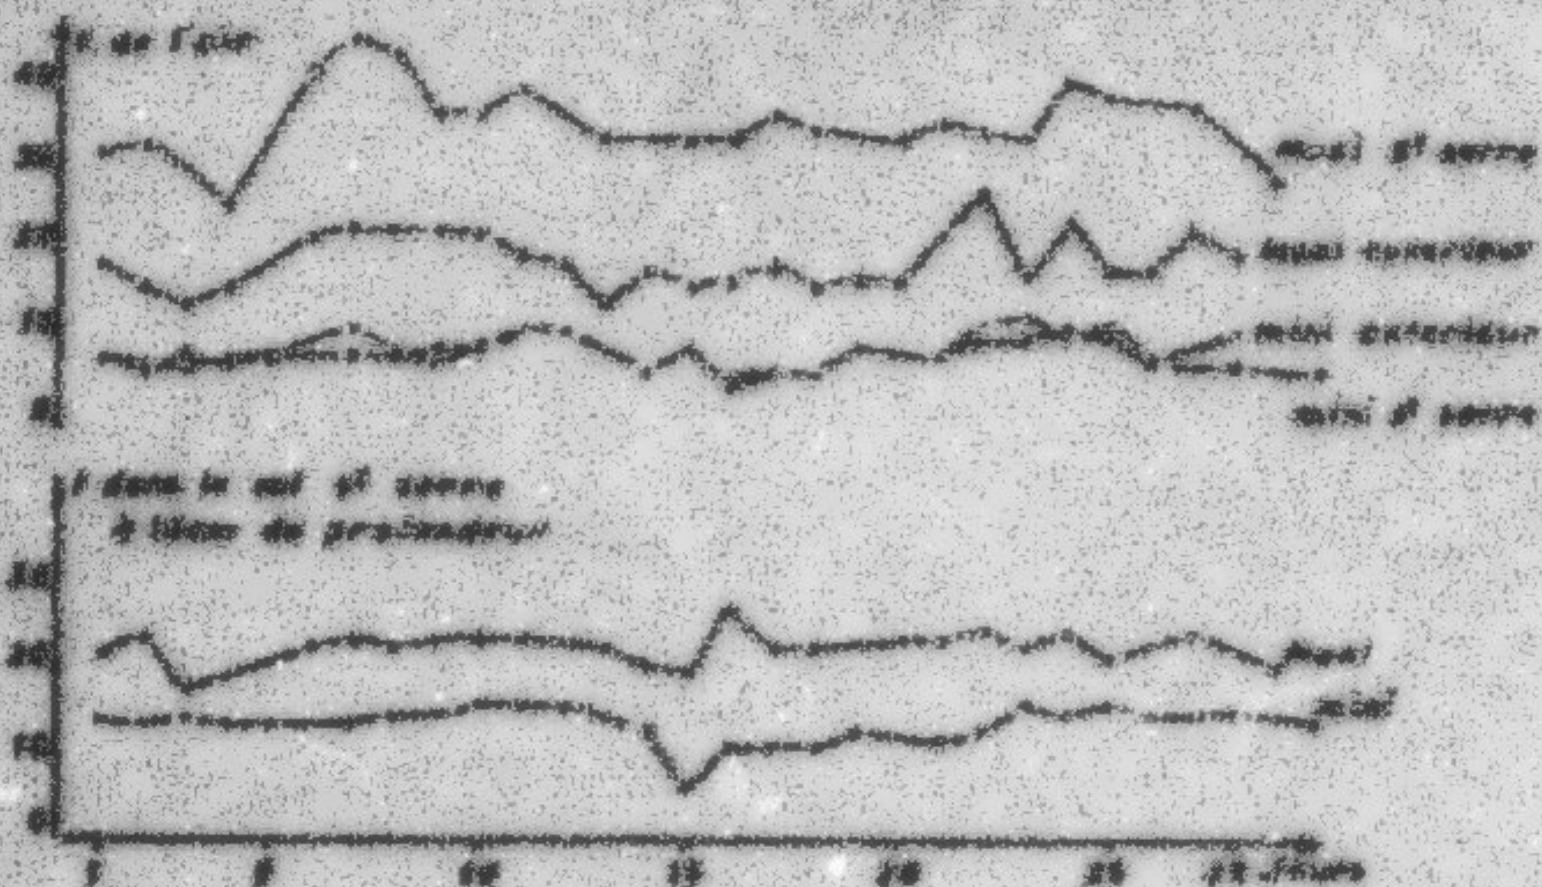

Fig. 1 - Evolution des températures de l'air et du sol dans la station de Chant Marion février 1977
- Les phénomènes d'échanges d'énergie par convection qui , dans les conditions naturelles , permettent de réduire les amplitudes thermiques journalières , sont très atténués dans la serre , ce ne fait pas doute de température entre les minima et les maxima peuvent être très importantes (jusqu'à 40°C , alors que dans les conditions naturelles elles ne sont que de 10 ou 15 °C pendant le mois de février) cf. fig. 1.
Le sol ayant une capacité calorifique beaucoup plus importante que celle de l'air, il se chauffe et se refroidit deux fois plus vite que l'air, les amplitudes thermiques journalières (max - min) à 10 cm de profondeur ont de l'ordre de 7° sans cesse de révéler (cf. Fig. 1) Ces amplitudes à la limite de la surface du sol sont certainement beaucoup plus importantes.